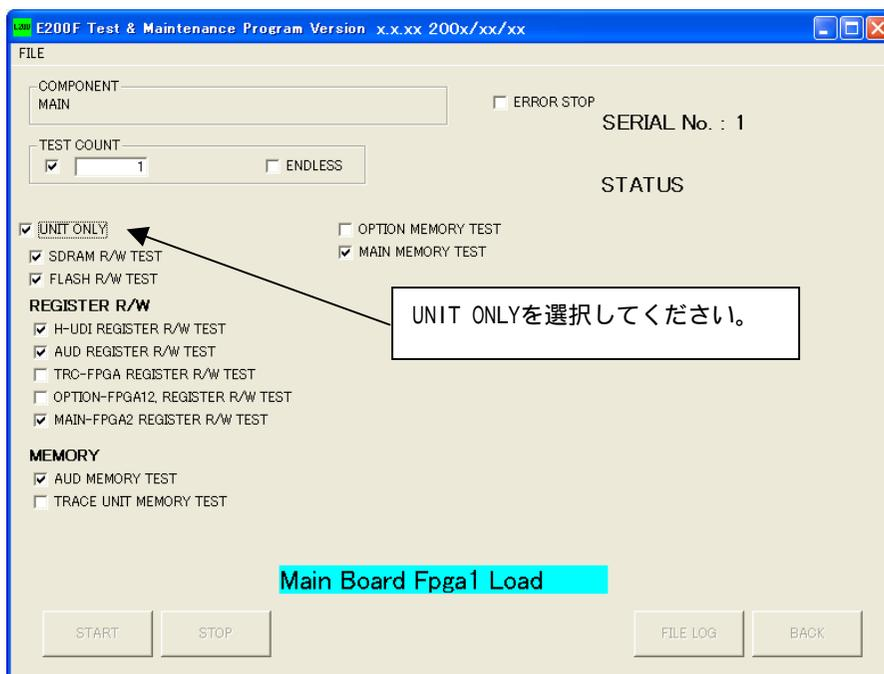

図 3.7 テスト選択画面
- (7) USER TEST MODE に入ると図 3.7 の画面になります。
- (8) UNIT ONLY を選択するとテスト可能な項目が選択されます。
- (9) START ボタンを選択してください。
- (10) FPGA のロードが完了するとテストが開始されます。